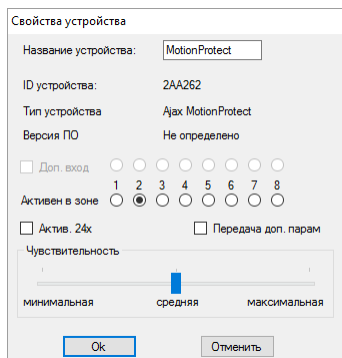

РИС. 5. Меню свойств датчика позволяет приписать его к зоне
4.3. Если датчик оказался ошибочно прописан в другой зоне, выберите курсором название датчика и правым кликом мыши вызовите контекстное меню, найдите пункт «Свойства». Появляется окно настроек, позволяющее пере назначить зону для датчика (РИС. 5). Меню свойств датчика также можно вызвать, нажав в дереве «Радиоустройства» соответствующую кнопку напротив датчика в общем списке датчиков.
При подключении дополнительного проводного датчика на выносную клемму беспроводного датчика, в свойствах последнего должен быть активирован чекбокс «Доп. вход» и выбрана зона для проводного датчика (РИС. 5). Если датчик (например, затопления) рассчитан на круглосуточную работу, активируйте в свойствах чекбокс «Актив. 24х». Не стоит размещать 24-х часовые и обычные датчики в одной зоне! При необходимости, отрегулируйте чувствительность датчика.